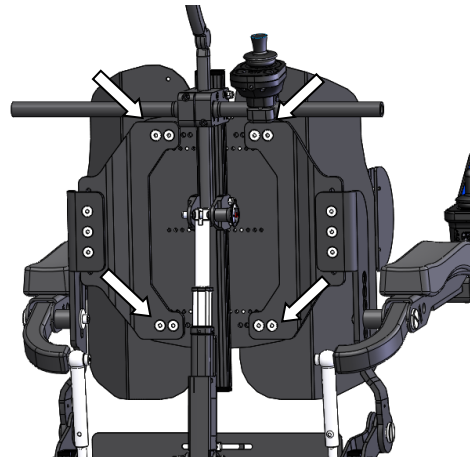

Abbildung 14 - Einstellen der Rückenlehnenbreite und der Armlehnen
- Lösen Sie mit einem Inbusschlüssel 5-mm die vier Armlehnen-Breitenverstellungsschrauben auf der gleichen Seite wie zuvor. (Siehe Abbildung 14)